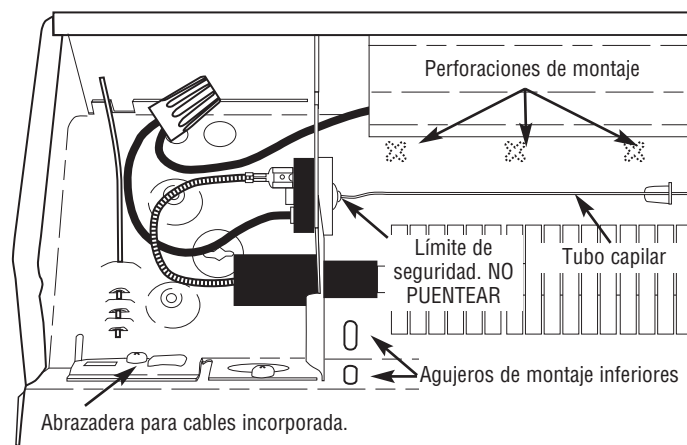

Figura 4: Compartimiento de cables izquierdo
10. Al montar el calefactor, si se utilizan los agujeros de montaje inferiores (vea la Figura 4), asegúrese de que los tornillos no dañen los cables de alimentación eléctrica de la zona que está detrás del calefactor.
11. No retire ni pantee el control de límite de seguridad, ya que esto podría crear en el calefactor un riesgo de incendio; vea la Figura 4.
5. Afloje el tornillo de la abrazadera para cables incorporada (Figura 4) o retire el prepunzonado adecuado del compartimiento de cables del calefactor. Instale el cable de alimentación eléctrica en el compartimiento de cables, dejando al menos 152 mm (6 pulg.) de cable para la conexión al calefactor. Para instalar dos cables de alimentación eléctrica usando la abrazadera para cables incorporada, doble la aleta que cubre el segundo agujero hacia arriba y atrás, sobre la pared posterior del compartimiento de cables. Si no usa la abrazadera, instale un dispositivo de sujeción de cables aprobado (no se incluye) en un prepunzonado adecuado.
NOTA: se han provisto perforaciones de montaje estampadas en cruz en la parte posterior del gabinete del calefactor, sobre el elemento calefactor, en las ubicaciones de los tornillos de montaje; vea la Figura 4
6. Coloque el calefactor en la ubicación deseada, y fíjelo a la pared mediante tornillos para madera u otros accesorios de montaje apropiados. Localice los travesaños e inserte los tornillos en ellos, si fuera posible. Para calefactores de hasta 1.8 m (6 pies) de longitud, es adecuado colocar un tornillo en cada extremo. Para unidades más largas se necesita un tornillo adicional en el centro. Apriete los tornillos y luego aflójelos al menos $\frac{1}{4}$ de vuelta, para permitir que el calefactor se expanda y contraiga durante el uso. Para el caso en que la unidad se monte sobre el piso, se incluyen dos agujeros de montaje adicionales en cada extremo, debajo del elemento calefactor (vea la Figura 4). Instale un tornillo adicional en cada extremo para una mejor estabilidad, asegurándose de aflojar cada tornillo al menos $\frac{1}{4}$ de vuelta.